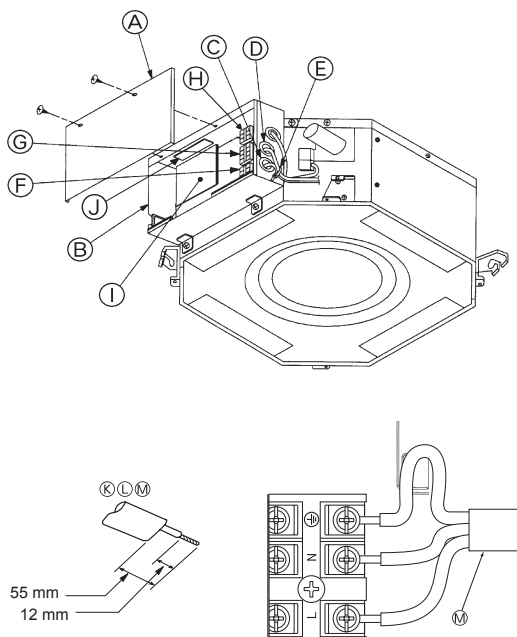

Fig. 4-1
4.1. Sezione interna (Fig. 4-1)